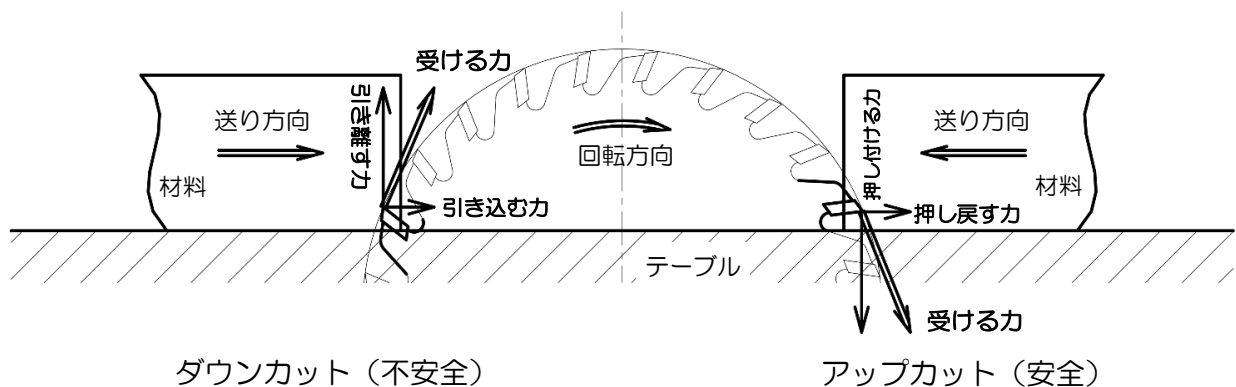

図1 アップカットとダウンカット（丸ノコ盤の例）
「アップカットの原則」にしたがって、材料の送り（スライド丸ノコやトリマなどでは工具の送り）を行うと、材料が刃物から受ける力によって、①材料を押し戻す力と、②材料をテーブルや定規に押し付ける力が働く（図 1 右側）。この2つの力が同時に働くようにすれば、材料の送り速度をコントロールすることが可能となり、また、材料や工具が安定するため、安全な加工が行える。
(1) アップカット（図 1 右側）
(2) ダウンカット（図 1 左側）